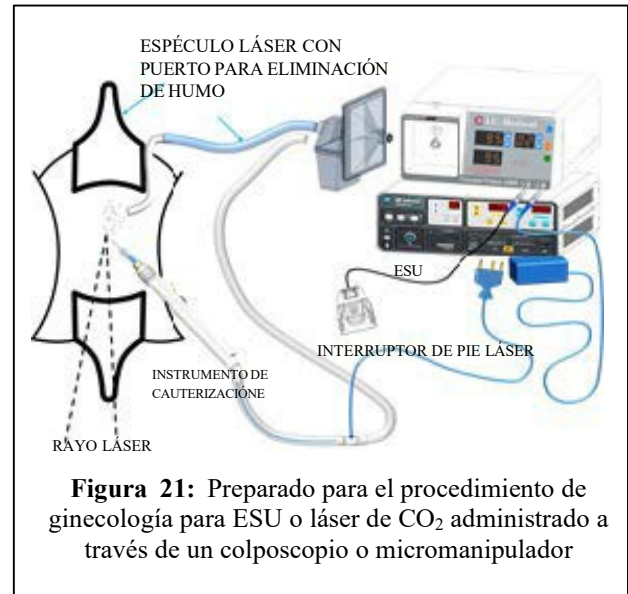

Figura 21: Preparado para el procedimiento de ginecología para ESU o láser de CO₂ administrado a través de un colposcopio o micromanipulador
3. Consulte la Figura 21 para la configuración.